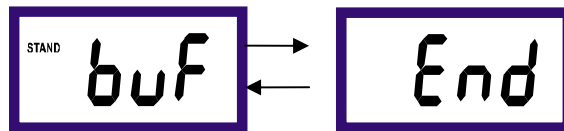

图 7-2
1. 将清洗干净的电极放入零点缓冲液中,轻轻搅拌几下,等待 5 分钟,待仪表显示稳定后。按下 \rightarrow 键,仪表显示屏上将显示 buF 和 0.0%数值跳闪,且屏幕左上角有 STAND 显示。仪表显示如图 7-2 所示: